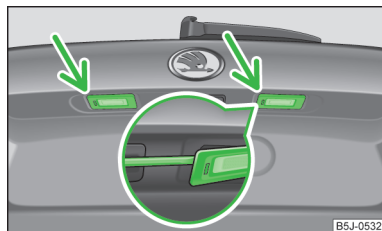

Fig. 160
- Introducir un destornillador plano en el orificio en la zona de la flecha » fig. 160 y girar con cuidado hasta la mitad de la luz, la luz sobresale un poco.